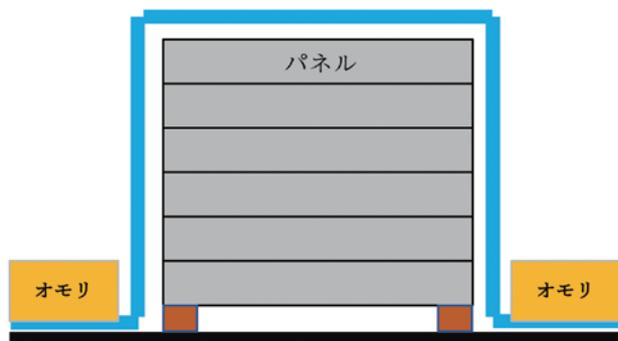

図1. 現場保管概略図(案)
- 風等でシートがめくれ上がらないよう錘やロープ等により固定をして下さい。(図1、写真1参照)